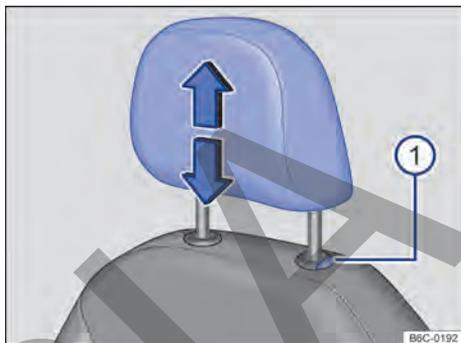
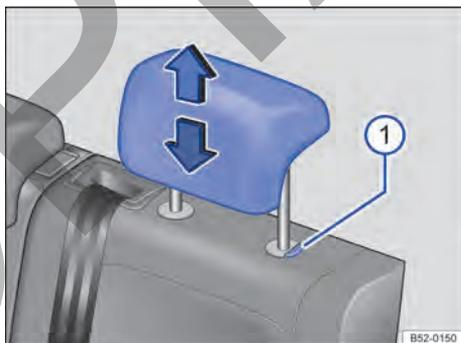

Fig. 63 Apoyacabezas delantero: ajustar.
Fig. 64 Apoyacabezas trasero: ajustar.
- Mover el apoyacabezas hacia arriba o hacia abajo, en el sentido de la flecha, presionando el botón → fig. 63 ① o → fig. 64 ① presionado → ⚠ en *Introducción al tema* de la pág. 79.